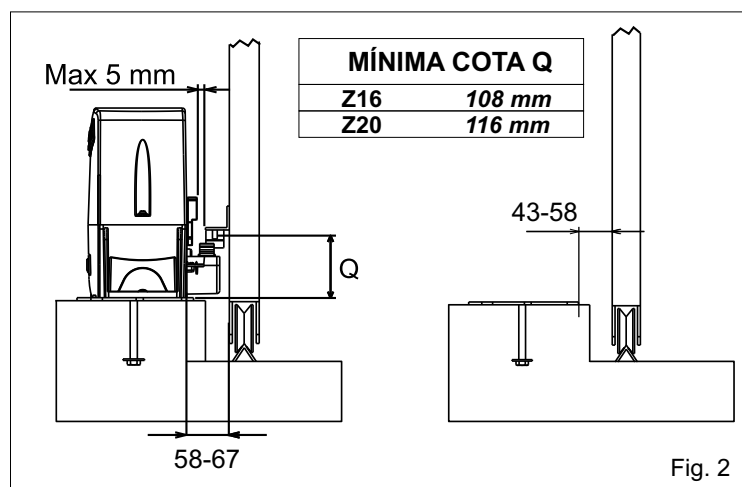
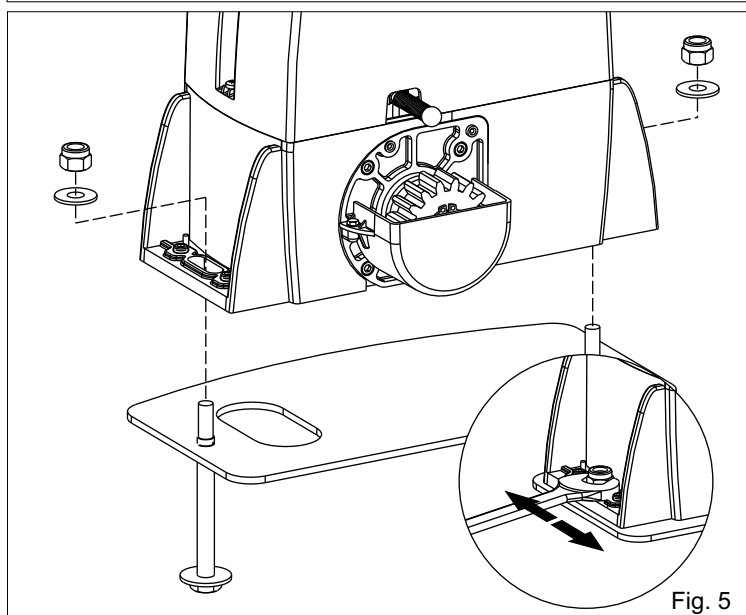

Fig. 2
Fig. 5
**2.3.** Antes de cementar la placa de anclaje asegurarse que la misma resulte perfectamente horizontal y que sea respetada la medida de 58-67 mm indicada en Fig. 2.
4.2. Fijar el motoreductor a la placa de fundación mediante los dos dados en dotación regulando la posición lateral (Fig. 5) para respetar las medidas citadas en la figura (Fig. 2).